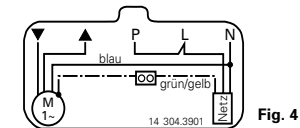

Fig. 4
Montage/Fig. 4**D****ACHTUNG****Netzspannung ausschalten!**
- Schließen Sie das Gerät bitte gemäß Fig. 4 an.